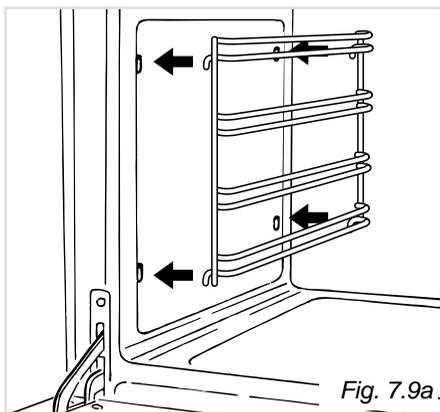

Fig. 7.9a.
- Agganciare i telai laterali ai fori delle pareti laterali dell'interno del forno (Fig. 7.9a)